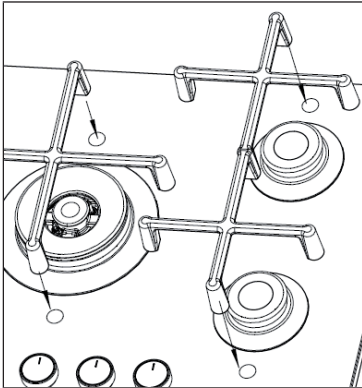

Ilustración 8
- Coloque el soporte de la sartén en la marca de la base (véase ilustración 8).